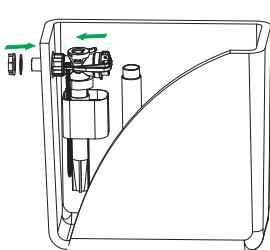

Рис. 3 / 3-сур.
2. Закрепите арматуру в смычном бачке согласно рис. 3.